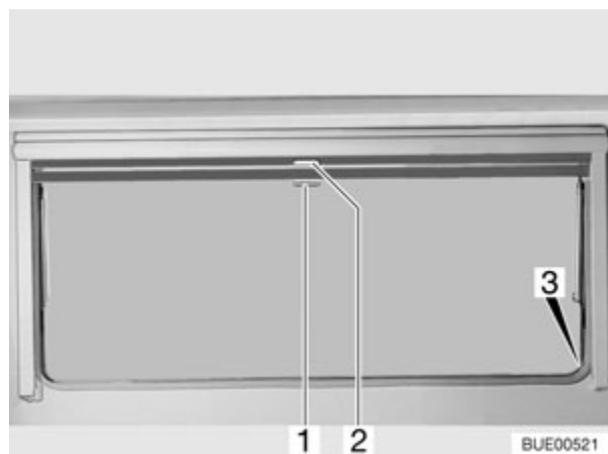

Fig. 41 Fenêtre projetante (variante 1)
- Tirer le store occultant vers le bas en le maintenant par la poignée (Fig. 41,2). Lorsque le store occultant est complètement fermé, l'accrocher des deux côtés du cadre de la fenêtre dans le dispositif de blocage (Fig. 41,3).
- Tirer la moustiquaire par la poignée (Fig. 41,1) vers le bas et l'accrocher des deux côtés sur le cadre de la fenêtre dans le dispositif de blocage (Fig. 41,3).
- Appuyer sur la poignée (Fig. 41,1) vers le bas tout en la tirant légèrement vers l'intérieur. Décrocher à droite et à gauche la moustiquaire des dispositifs de blocage du cadre de la fenêtre.